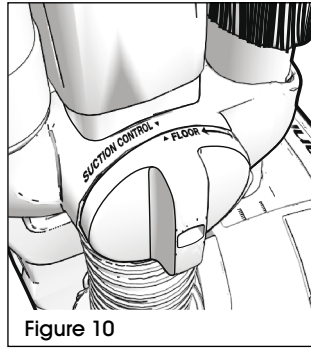

Figure 10
3. Pour revenir au nettoyage de sols, tournez la soupape vers l'avant de l'aspirateur jusqu'à ce que l'indicateur pointe vers le réglage au sol (floor). Replacez le tube rallonge dans le dispositif de retenue inférieur et fixez-le à l'attache du tube rallonge. L'aspirateur est doté d'un dispositif pour tube rallonge qui empêche le tube rallonge d'être rangé jusqu'à ce que la soupape de commande d'aspiration soit réglée à la position de sol. (Voir Figure 10)